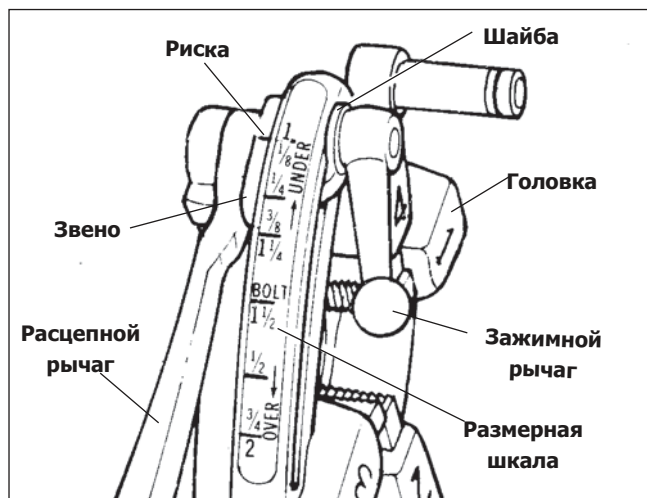

Рисунок 11 – Универсальная быстрооткрывающаяся головка
6. Быстрооткрывающаяся резьбонарезная головка №811 (рисунок 11) – По завершении резьбы поднимите расцепляющий рычаг в открытое положение, отводя гребенки.
Для универсальной резьбонарезной головки №811А (рисунок 11) для правых резьб требуется четыре набора гребенок для нарезания резьбы в диапазоне 1/8" – 2". Для каждого из следующих диапазонов размеров труб требуется один набор гребенок: (1/8"), (1/4" и 3/8"), (1/2" и 3/4") и (1" – 2"). Для болтовых резьб требуется отдельный набор гребенок для каждого размера болтов. Для универсальных резьбонарезных головок для левой резьбы недоступны гребенки для болтов.